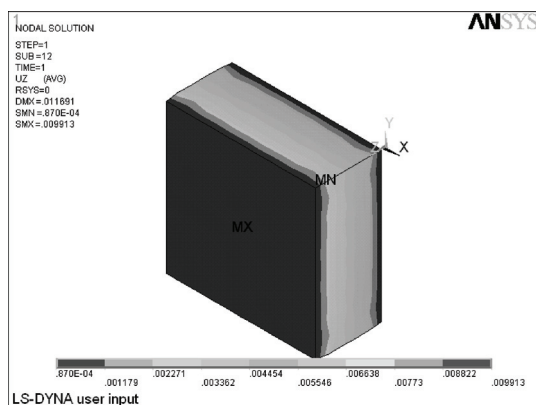

图 5-252 Z 方向位移等值线图
6) 选择 Main Menu | General Postproc | Plot Results | Contour Plot | Nodal Solu 命令, 出现 Contour Nodal Solution Data 对话框。选择 Nodal Solution | DOF Solution | Z-Component of displacement, 单击 OK 按钮, ANSYS 显示窗口显示如图 5-252 所示的 Z 方向位移等值线图。